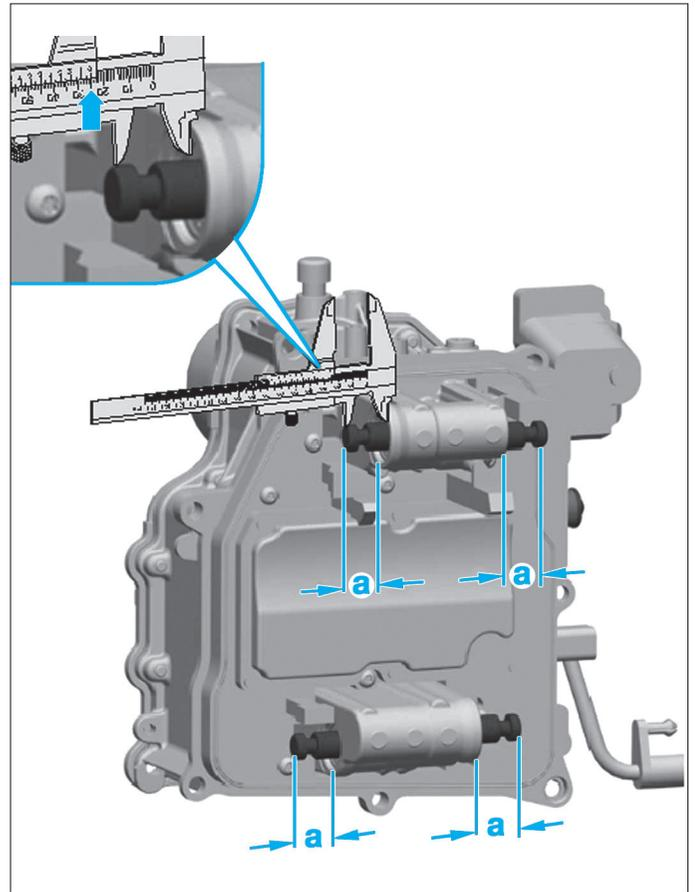

Fig. 19
- Veiller à ce que les 4 pistons dépassent de 25 millimètres (a) (Fig.19).